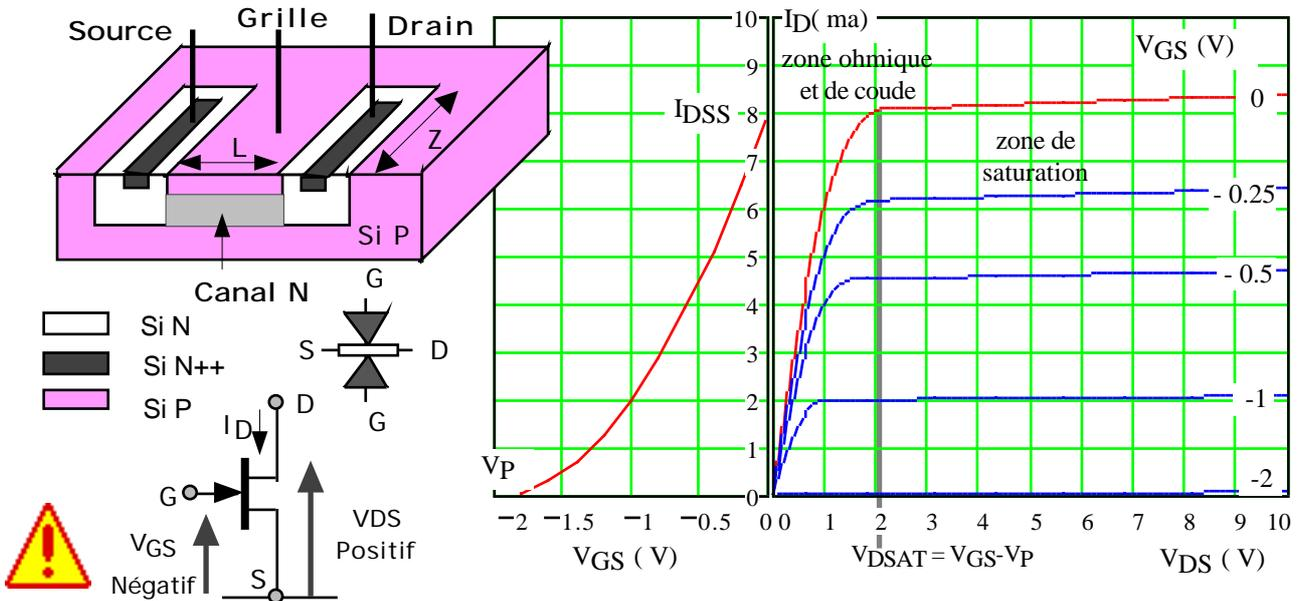

Figure 1 : transistor JFET canal N. Caractéristiques de sortie et de transfert
Dans un barreau de silicium P, on a diffusé deux zones de silicium de type N reliées par un canal de même nature (figure 1). Les deux zones N constituent le Drain et la Source du dispositif alors que la zone P est appelée Grille. En fonctionnement normal, la tension  $V_{DS}$  doit être positive alors que la grille doit être absolument polarisée négativement par rapport à la source.
Les caractéristiques de sortie  $I_D = f(V_{DS})$  à  $V_{GS}$  constante présentent trois régions (figure 1) :
- Claquage ou avalanche (non indiquée en figure 1).